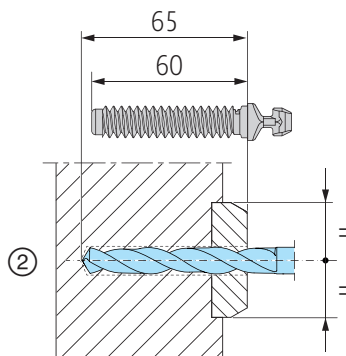

Abb. 38
① Bohrlochmarkierungen nach der untenstehenden Tabelle anzeichnen oder mittels Markierungsstichel 102 ankörnen. Dazu das montierte Getriebe 4 in Offenstellung bringen (Griff nach unten). Körner in die Riegelstellen des Getriebes einsetzen, siehe **Abb. 37**. Den Schiebeflügel gegen die Leiste B fahren, um so die Bohrmarkierungen zu setzen. ② Löcher in Abhängigkeit der Holzhärte mit $\varnothing 10$ oder $\varnothing 11$ bohren (**Abb. 38** beachten!). ③ Riegelbolzen 5 und 6 mit manueller Eindhilfe 130 oder Eindrehwerkzeug 131 für Bohrschrauber eindrehen (**Abb. 39** beachten).